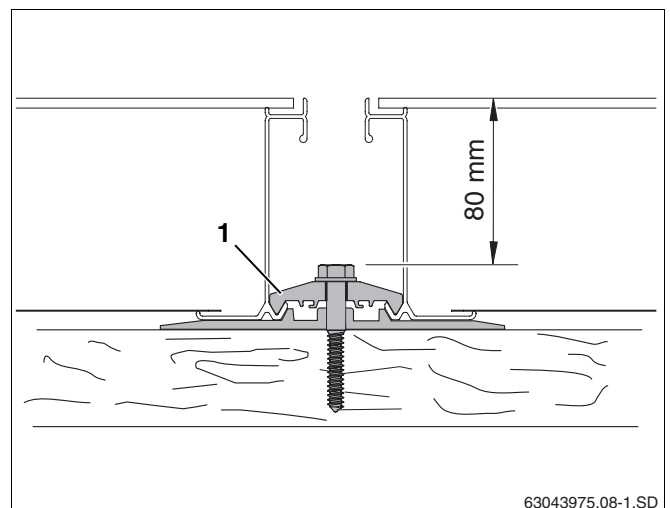

Fig. 29 Aparafusar o grampo de fixação bilateral
- ▶ Apertar o parafuso do grampo de fixação bilateral (fig. 29, **item 1**). Para o efeito, utilizar uma chave de boca SW 10 com um comprimento mín. de 80 mm.